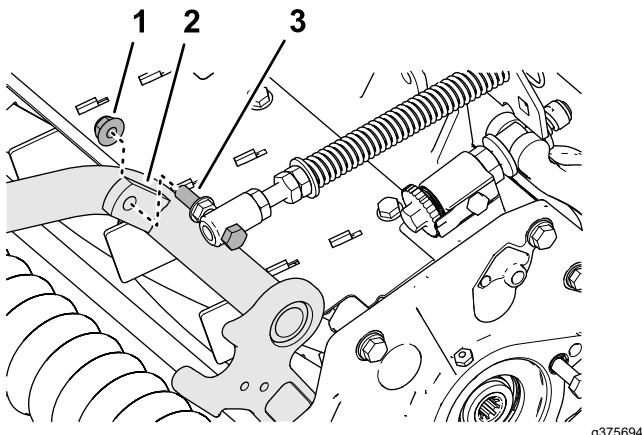

Bild 19
4. Montieren Sie die Kopfschraube der Rasenkompensierungsfeder an der rechten Lasche des Trägerrahmens (Bild 19) mit der Sicherungsbundmutter ($\frac{3}{8}$ "').